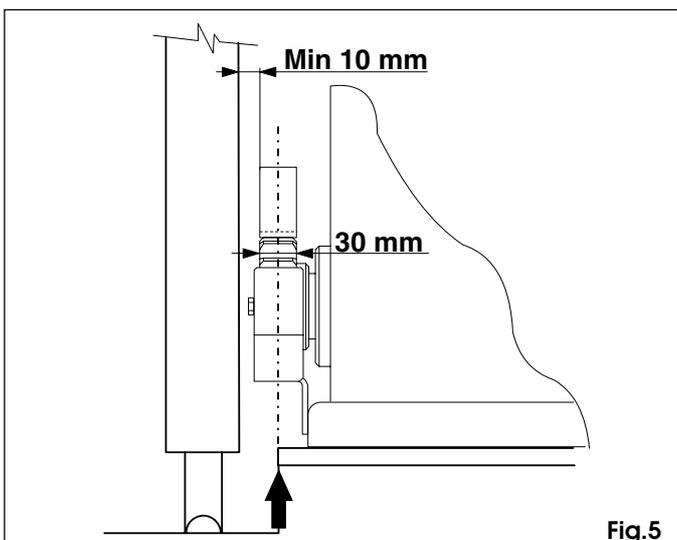
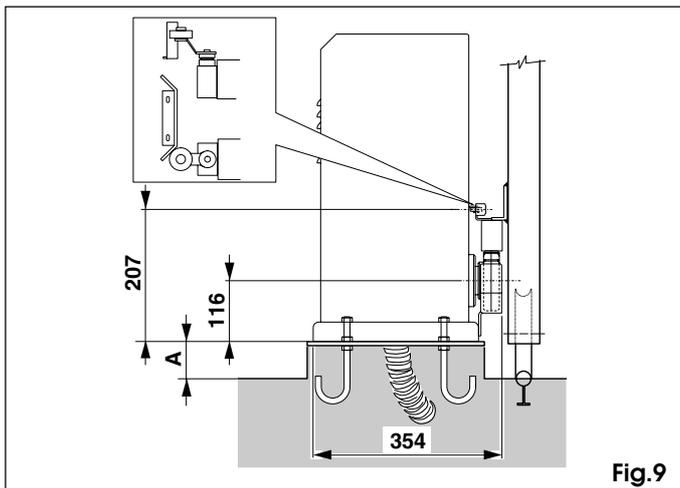

Fig.5
Fig.9
Per le quote di posizionamento fare riferimento a fig.5.
**Nota bene:** È consigliabile collocare la piastra leggermente rialzata rispetto al livello del terreno (fig.9 - rif.A).
- 3) Registrare l'altezza dei piedini tenendo sollevato il motoriduttore dalla piastra di 1 cm e la distanza dal cancello come da fig.5 e fig.9.